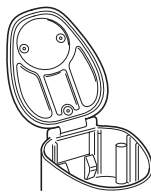

Figure 1 – Ouvrir le couvercle
1. Ouvrir le couvercle (Figure 1).